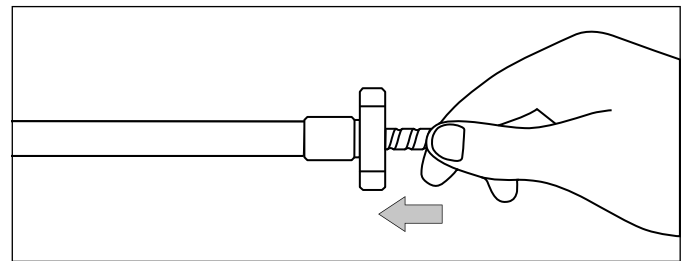

Abb. 20: Flexiblen Messstab beim Einschieben nah am Flansch fassen
2. Fassen Sie den flexiblen Messstab beim Einschieben nah am Flansch und führen Sie ihn langsam in das Stützrohr ein (Abb. 20). So kann Luft aus dem Stützrohr entweichen.
1. Fassen Sie den flexiblen Messstab beim Einschieben nah am Flansch und führen Sie ihn langsam in das Stützrohr ein (Abb. 20). So kann Luft aus dem Stützrohr entweichen.
- Fassen Sie den flexiblen Messstab beim Einschieben nah am Flansch und führen Sie ihn langsam in das Stützrohr ein (Abb. 20). So kann Luft aus dem Stützrohr entweichen.